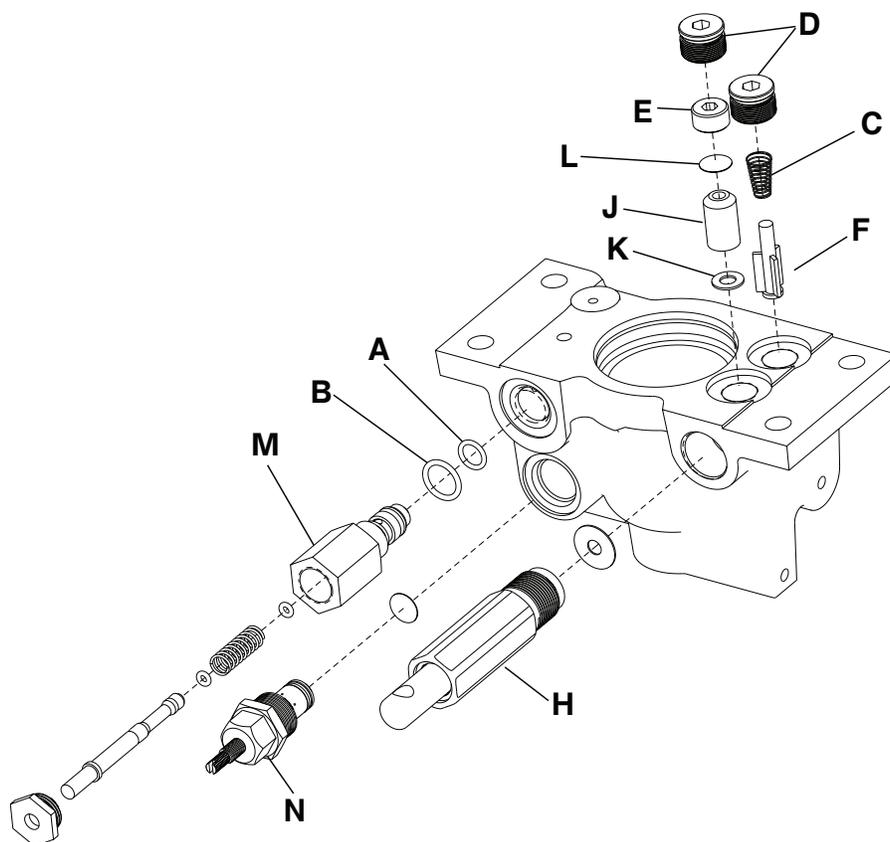

Figure 6 – Remplacement de la valve à clapet
8. Retirer le bouchon de la base (D) et le joint (L) (Figure 6).
9. Retirer le bouchon de la base (D) et le joint (L) (Figure 6).
10. Retirer le bouchon de la valve (E).
11. À l'aide d'un guide rigide dont l'extrémité est courbée et pointue, retirer le clapet anti-retour (J) et le joint (K). Jeter le clapet anti-retour.
12. À l'aide d'une tige de 1/2 po de diamètre, installer le joint (K) à plat au fond du trou.
13. Installer le clapet anti-retour fourni (J) avec l'extrémité biseautée vers le haut.
14. Installer le bouchon de valve (E). À l'aide d'une clé dynamométrique, serrer le bouchon de valve à 10 pi-lb.
15. Installer le joint (L) avec la fiche de la base (D). À l'aide d'une clé dynamométrique, serrer la fiche de la base à 10 pi-lb.
8. À l'aide d'une clé plate de 13/16 po, retirer la valve PC réglable (M) (Figure 6). Jeter la valve PC.
10. Installer la valve PC fournie. Humidifier le joint torique (B) avec du fluide hydraulique pour s'assurer que le joint torique est bien serré.